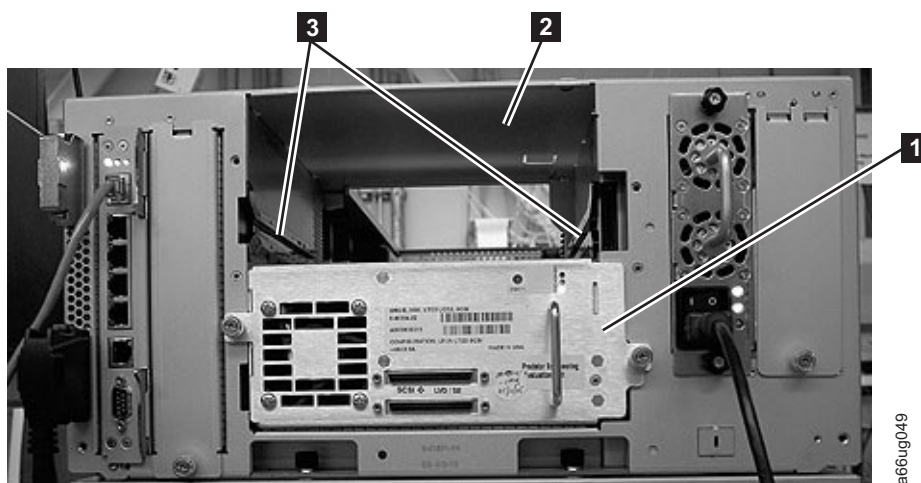

Figura 11-4. Módulo de control con una unidad SCSI instalada y una ranura de unidad abierta con la cubierta retirada
- La Figura 11-4 muestra un módulo de control con una guía de unidad SCSI instalada (**1**) y la ranura de unidad vacía expuesta (**2**) una vez retirada la cubierta.
- a. Inserte la guía de unidad en la ranura de unidad vacía. Alinee los rieles de guía de la guía de unidad y de la ranura de unidad (**3** de la Figura 11-4), y deslice lentamente la guía de unidad en la ranura. La guía de unidad debe estar nivelada para poder deslizarla suavemente.
1. Alinee la guía de unidad con los rieles de guía y las ranuras de guía con las pistas (**3** de la Figura 11-4 en la página 11-7) e inserte lentamente la unidad en el módulo de la biblioteca sujetándola por debajo.